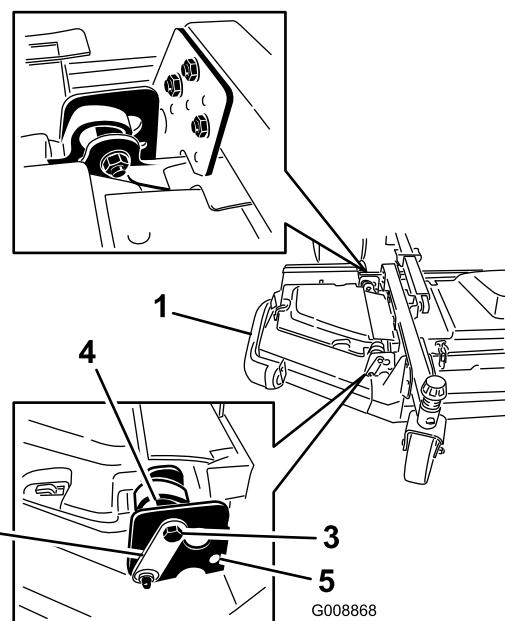

Рисунок 7
- Ослабьте затяжку болтов и гаек, с помощью которых две втулки эксцентриков крепятся к крыльям (Рисунок 7).
- Поворачивайте задний (ближайший к тяговому блоку) эксцентрик до тех пор, пока наружная кромка ножа не окажется примерно на 3 мм выше требуемой высоты скашивания (Рисунок 7).